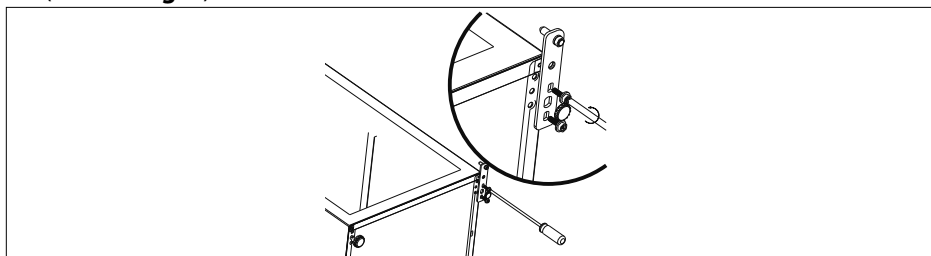

Fig. 6
- ▶ Desatornille la bisagra inferior (5) y, a continuación, desatornille el pie de apoyo (véase la **fig. 6**).